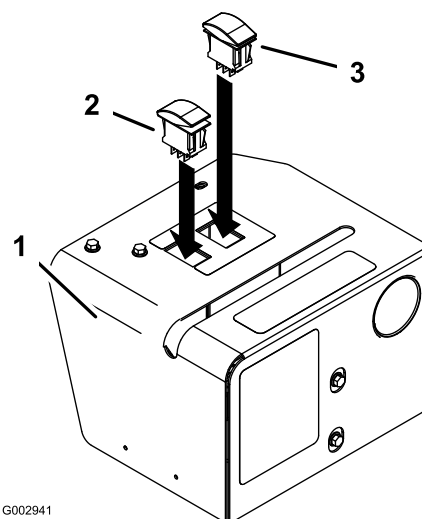

Figura 47
5. Instale os dois interruptores nos orifícios rectangulares na parte de cima da tampa (Figura 47). Instale o interruptor instantâneo (o interruptor que não permanece em qualquer das posições quando não sujeito a pressão) no orifício assinalado com a variável contínua e os sinais mais (+) e menos (-).